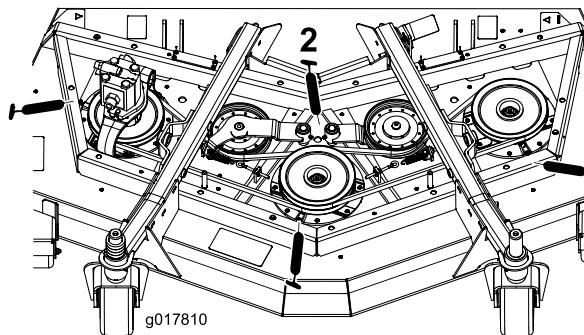

Bild 42
- Drei Spindelwellenlager (unter der Riemscheibe) (Bild 42)
- Zwei Spannarm-Drehbüchsen (Bild 42)